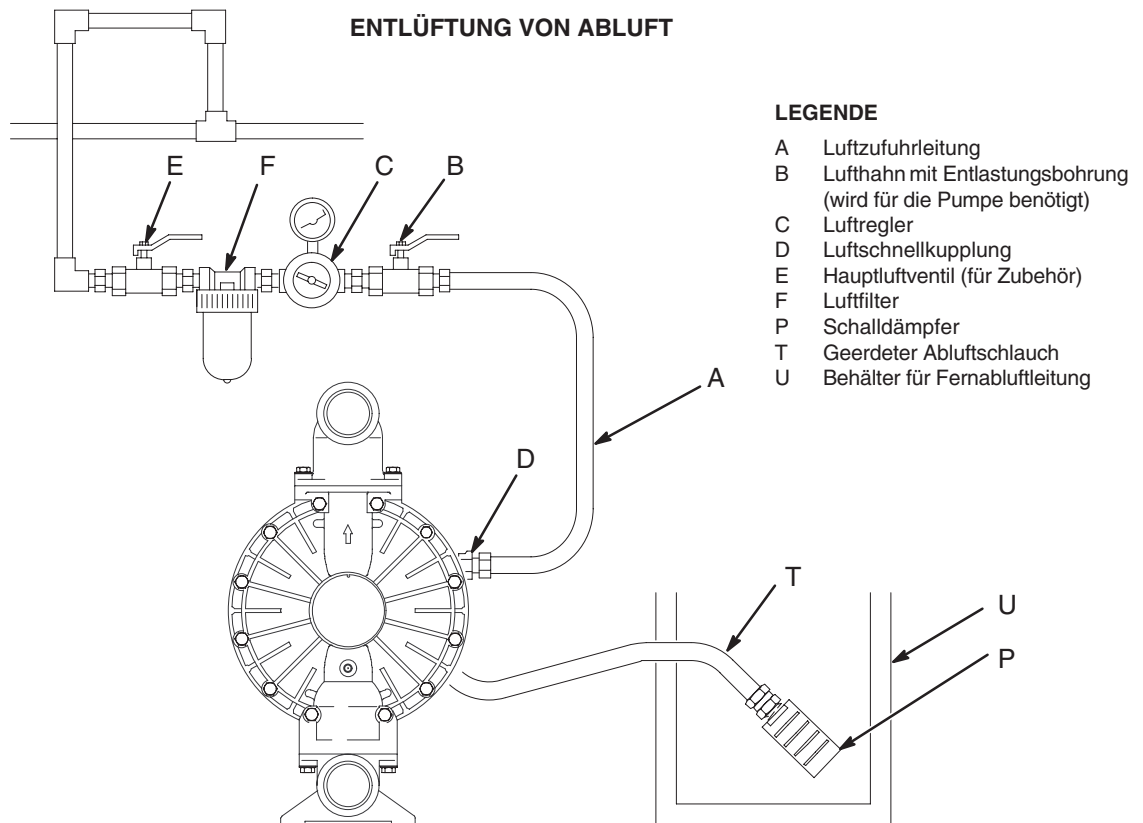

Abb. 5
Bei Membranriss wird die gepumpte Flüssigkeit mit der Luft abgeleitet. Ans Ende der Abluftleitung einen geeigneten Behälter stellen, um das Material aufzufangen. Siehe Abb. 5.
1. Den Schalldämpfer (P) aus der Abluftöffnung in der Pumpe ausbauen.
2. Einen geerdeten Abluftschlauch (T) einbauen und den Schalldämpfer (P) an das andere Ende des Schlauches anschließen. Die minimale Größe für einen Abluftschlauch beträgt 19 mm Innendurchmesser. Wenn ein Schlauch, länger als 4,57 m erforderlich sein sollte, muss ein größerer Schlauchdurchmesser gewählt werden. Scharfe Biegungen oder Knicke im Schlauch vermeiden. Siehe Abb. 5.
3. Einen Behälter (U) an das Ende der Luftleitung stellen, um im Fall eines Membranrisses Material aufzufangen.